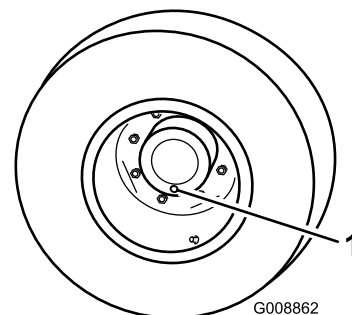

Figura 67
1. Coloque a máquina numa superfície nivelada, posicione uma roda de forma a que um dos tampões de verificação se encontre na sua posição mais baixa (6 horas) (Figura 67).